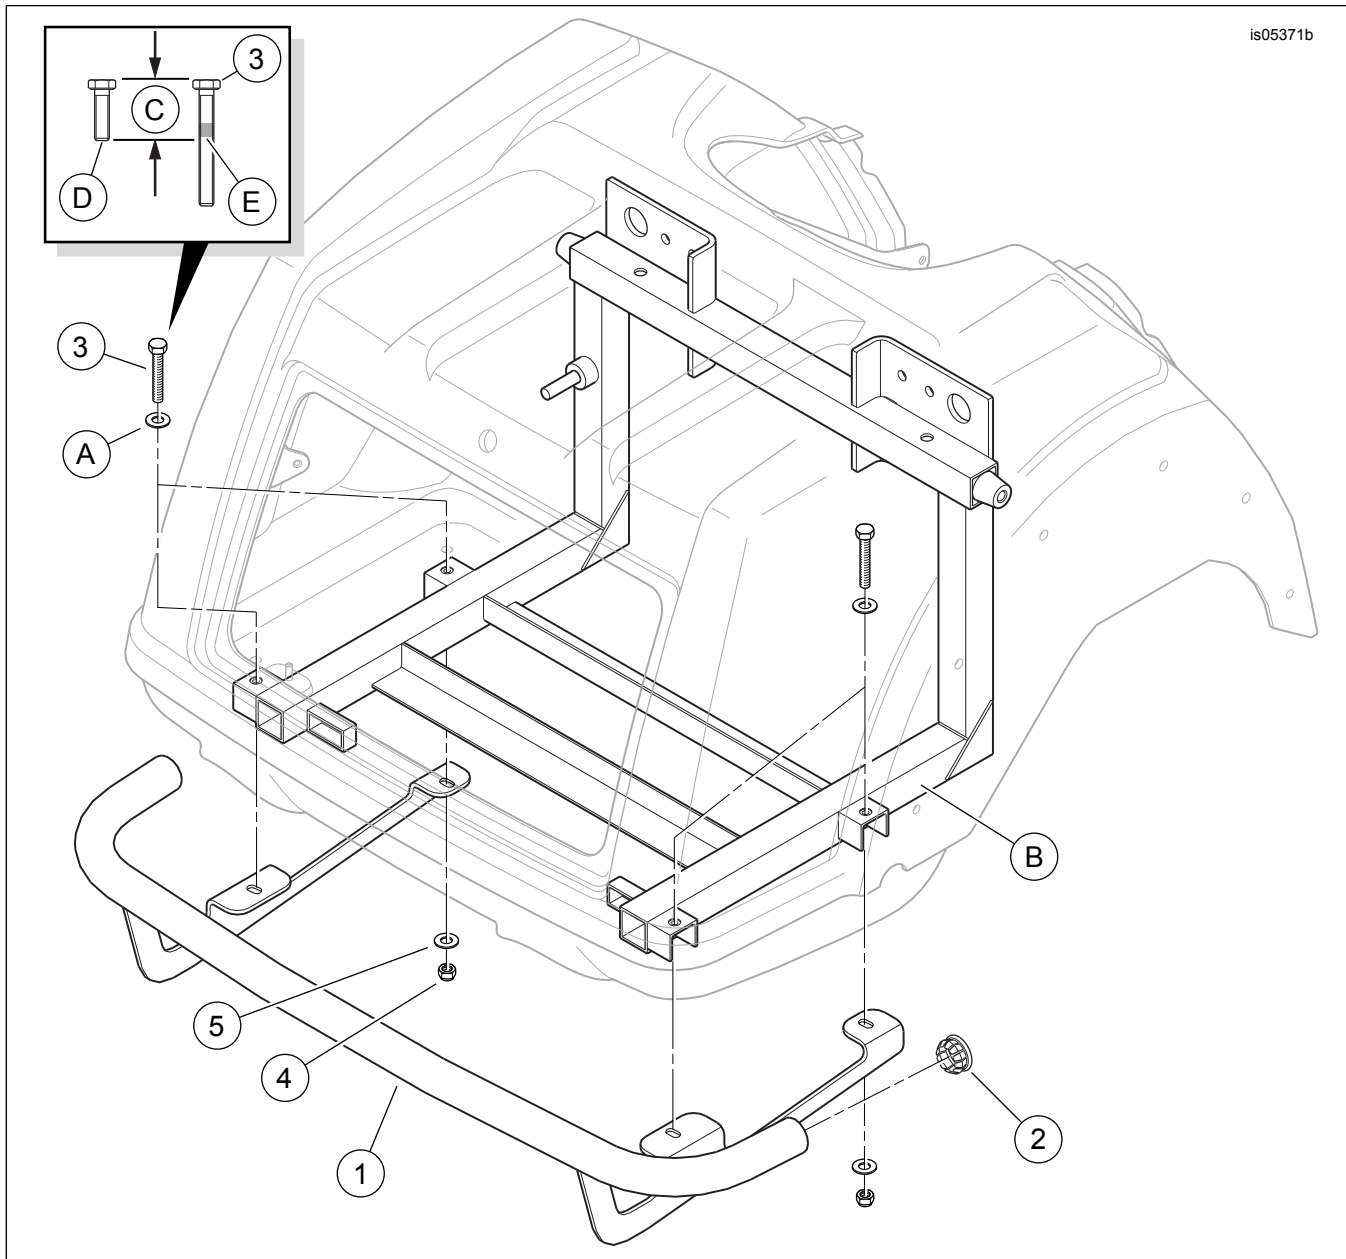

Figura 1. Peças de reposição: Kit de proteção traseira TRIKE cromada
Ver Figura 1 e Tabela 1.
2. Ver Figura 1. Localize quatro parafusos com anilhas (A) no piso do compartimento da bagageira que prendem o quadro ao chassis traseiro. Deixando a anilha no lugar, remova um dos parafusos. Guardar o parafuso para o passo 3, e depois descartar.
3. Ver a Figura 1. Aplique uma pequena quantidade de cola de roscas no parafuso (3).